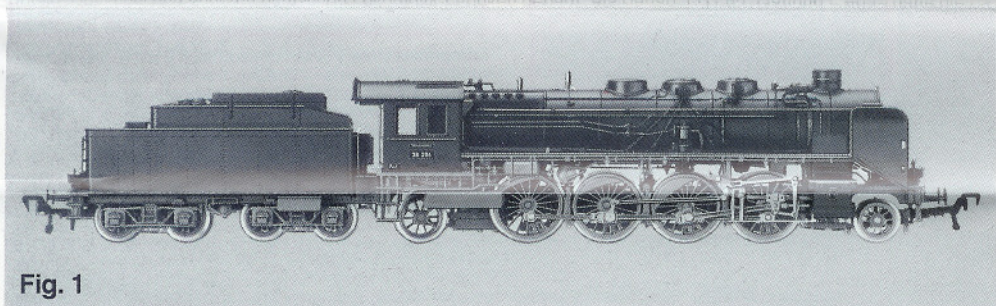

Fig. 1
**Vorbild: Personenzuglokomotive BR 390-2 (pr. P 10).** Von 1922—1927 wurden an die Deutsche Reichsbahn Gesellschaft (DRG) 260 Lokomotiven der Baureihe pr. P 10 geliefert. Bei der DRG als BR 390-2 bezeichnet, wurden sie von den Firmen Borsig, Henschel und anderen deutschen Lokomotiv-Fabriken gebaut. Als Bauart 1'D1'h3, Gattung P 46.19 hatte die Lok eine Reibungslast von 75 Mp. Bei einer Leistung von 1620 PSI konnte die Lok eine Höchstgeschwindigkeit von vorwärts 110 km/h und rückwärts 50 km/h fahren. Ursprünglich im schweren Schnellzug-Dienst tätig, wurde sie später für den Eil- und Personenverkehr eingesetzt. Bei der Deutschen Bundesbahn (DB) war diese Baureihe bis 1967 im Einsatz. Eine Lok ist im Werks-Museum der Fa. Hofmann-Linke-Busch erhalten, eine zweite steht nach Restaurierung im Verkehrsmuseum Nürnberg (Fig. 1).
**Prototype: Locomotive for Passenger Traffic Class 390-2 (pr. P 10).** Between 1922 and 1927, 260 locomotives of the Class pr. P 10 were delivered to the Deutsche Reichsbahn Company (DRG). Designated as Class 390-2 by the DRG, they were constructed by the firms of Borsig and Henschel as well as other German locomotive manufacturers. As a 2-8-2 wheel configuration loco, they developed 1620 PSI, and could run at a top forward speed of 110 km/h, and 50 km/h in reverse. Originally used to haul heavy express trains, they were later to be seen in service for fast passenger traffic. Locos of this class were still in operation with the Deutsche Bundesbahn (DB) until 1967. One loco is still in the works museum of the firm Hofmann-Linke-Busch, and a second can be seen after its restoration in the Nurnberg Transport Museum (fig. 1).
**Modèle: Locomotive pour trains de voyageurs BR 390-2 (pr. P 10).** Entre 1922 et 1927, 260 locomotives de la série prussienne P 10 furent livrées à la Deutsche Reichsbahn Gesellschaft (DRG). Désignée BR 390-2 à la DRG, elle fut construite par les Firmes Borsig, Henschel au même temps que d'autres constructeurs allemands de locomotives. Du type 1'D1'h3, série P 46.19, la locomotive présentait une charge d'adhérence de 75 Mp. D'une puissance de 1620 CV, la locomotive atteignait 110 km/h en marche avant pour 50 km/h en marche arrière. A l'origine destinée au service de train rapides lourds, elle fut affectée par après à la traction de trains directs voyageurs. Elle fut maintenue en service à la Deutschen Bundesbahn (DB) jusqu'en 1967. Une locomotive se trouve dans le Musée des Usines Hofmann-Linke-Busch, tandis, qu'une deuxième est exposée, après restauration, au Musée des Communications de Nurnberg (fig. 1).
**Voorbeeld: Reizigerstrein-locomotief Baureihe 390-2 (pr. P 10).** Tussen 1922 en 1927 werden aan de Deutsche Reichsbahn Gesellschaft (DRG) 260 locomotieven van het type Pruisische P 10 geleverd. Bij de DRG kregen de nummers in de Baureihe 390-2. De fabrikanten waren Borsig, Henschel en nog enkele andere locomotiefbouwers. De locs kregen de betiteling 1'D1 h3, type P 46.19 en ze hadden een adhesiegewicht van 75 ton. Met een vermogen van 1620 pk kon de loc een snelheid volhouden van 110 km/h vooruit rijdend, achteruit was de snelheid beperkt tot 50 km/h. De serie reed in het begin alleen op zware goederentreinen, maar kwam later ook voor reizigerstreinen te staan. Bij de Deutsche Bundesbahn (DB) deed de serie dienst tot 1967. Een loc staat nu in het bedrijfsmuseum van de Firma Linke-Hofmann-Busch, en een ander exemplaar is na revisie opgesteld in het Verkehrsmuseum van Neurenberg (fig. 1).
**Förebild: Persontägslokomotiv litt. 390-2 (pr. P 10).** Från 1922-1927 leverades till Deutsche Reichsbahn Gesellschaft (DRG) 260 lokomotiv av typ pr. P 10. De betecknades som litt. 390-2 hos DRG, byggdes av firmorna Borsig, Henschel och andra tyska lokomotivfabriker. Som byggtyp 1'D1 h3, utförande P 46.19 hade loket en täkgkraft av 75 Mp. Vid en effekt av 1620 hk kunde det köra med en max. hastighet av 110 km/h framåt och 50 km/h bakåt. Ursprungligen gick det i tung snälltågstjänst, sattes senare in i il- och persontågstrafik. Hos Deutschen Bundesbahn (DB) var denna typ i trafik fram till 1967. Ett lok har behållits på fabriksmuseet på firman Hofmann-Linke-Busch, ett andra står efter restaurering på trafikmuseet i Nuernberg (fig. 1).
**Modello: Locomotiva con tender BR 390-2 (pr. P 10).** Tra il 1922 e il 1927 furono consegnate alle DRG 260 locomotive della serie pr. P 10. Contrassegnate con il numero di serie BR 390-2 queste locomotive furono costruite dalle ditte Borsig, Henschel e altre fabbriche tedesche di locomotive. Con la serie di costruzione 1'D1 h3, categoria P 46.19, questa locomotiva aveva una forza di trazione di 75 Mp. Con una potenza massima di 1620 PSi, poteva raggiungere una velocità massima di 110 km/h avanti e 50 km/h indietro. Originariamente questa locomotiva veniva adibita per l'esercizio di treni merci pesanti, in seguito fu impiegata anche per il trasporto passeggeri. Presso la DB questa serie fu in servizio fino al 1967. Una locomotiva di questa serie si trova nel Museo del la ditta Hofmann-Linke-Busch, una seconda locomotiva è in fase di ristrutturazione presso il Museo di Norimberga (fig. 1).